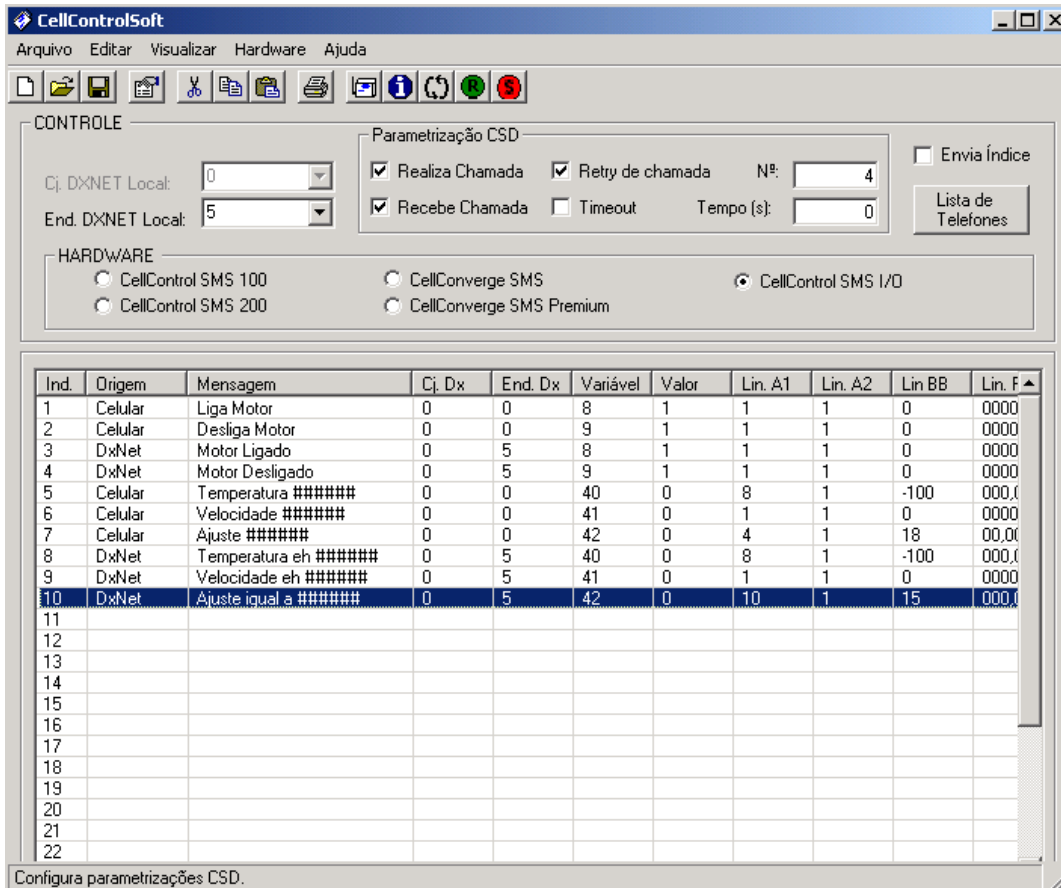

Figura 5 – Tela Principal
1. Abra o programa CellControlSoft instalado conforme o item 4.1, através do ícone correspondente criado na área de trabalho. A Figura 5 abaixo apresenta a tela principal do programa.